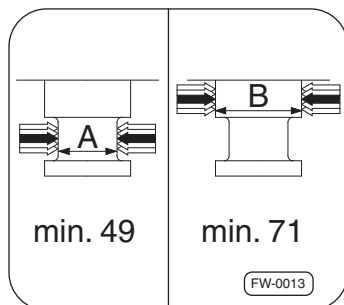

Fig. 19 · Contrôle de l'usure du pivot d'attelage
- Mesurer les deux diamètres avec la jauge d'usure bi-zone de SAF-HOLLAND dans le sens longitudinal et transversal ⇒ Fig. 19.